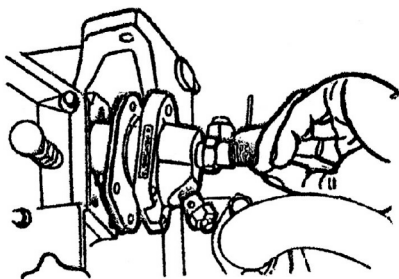

рис. 10
- а. Обережно повертайте маховик в робочому напрямку обертання до тих пір, поки паливо не почне витікати із відкритого кінця паливної магістралі; перевірте чи співпадають мітки на бачці з міткою на краю маховика в межах 20~24° від верхньої мертвої точки. У випадку не співпадіння необхідне регулювання (Рис. 10).